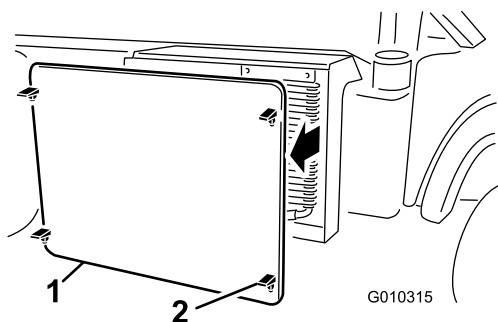

Figura 52
- Abra los enganches y retire la rejilla del radiador de la parte delantera del radiador (Figura 52).